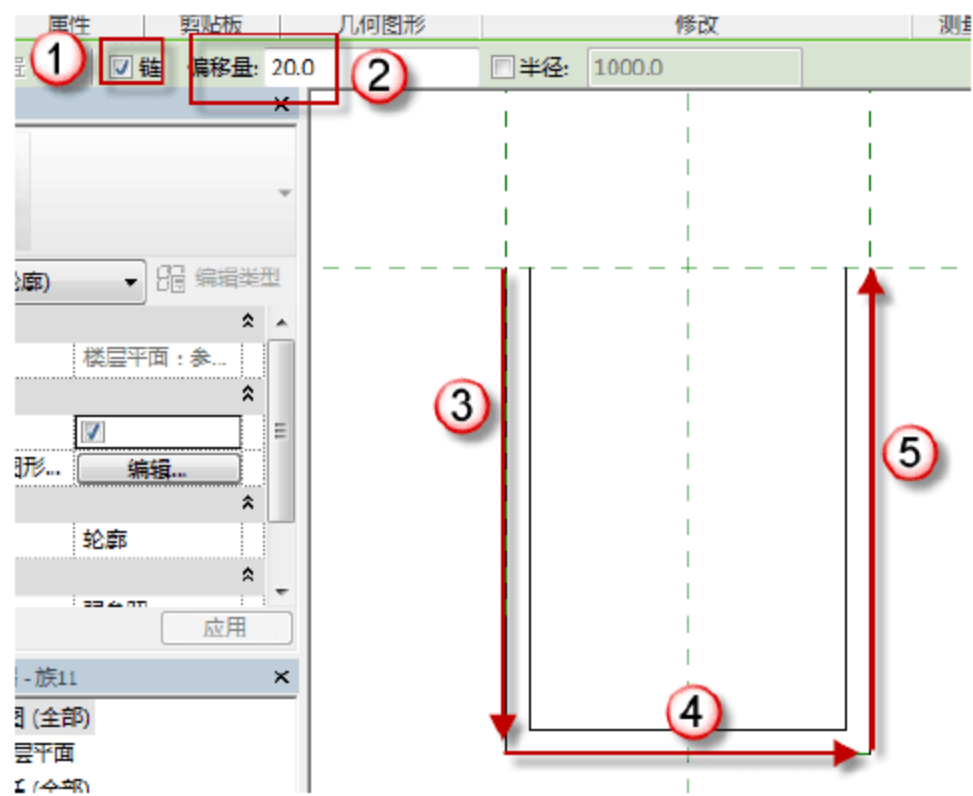

图 12.2.6 绘制直线
(6) 绘制直线。选中“链”复选框，在“偏移量”后输入“20”字样，然后绘制直线，如图 12.2.6 所示。